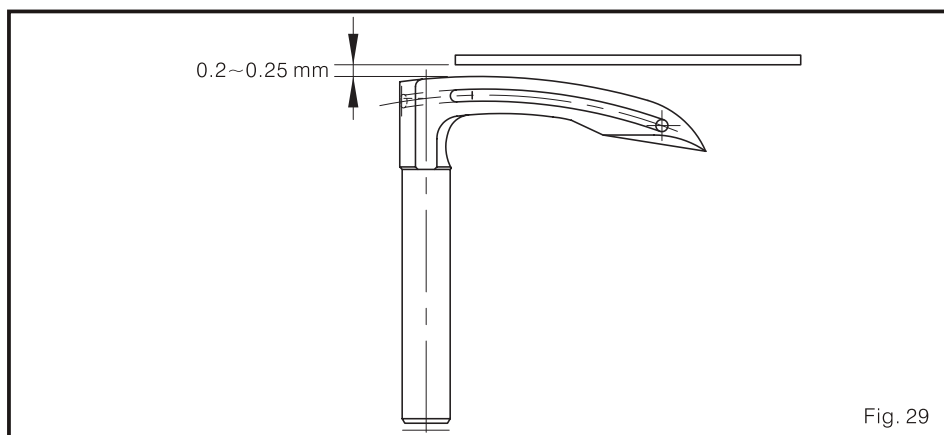

Fig. 29
(3) O espaço é de 0.2-0.5 mm da faca móvel inferior até a parte superior do looper (Fig. 29)